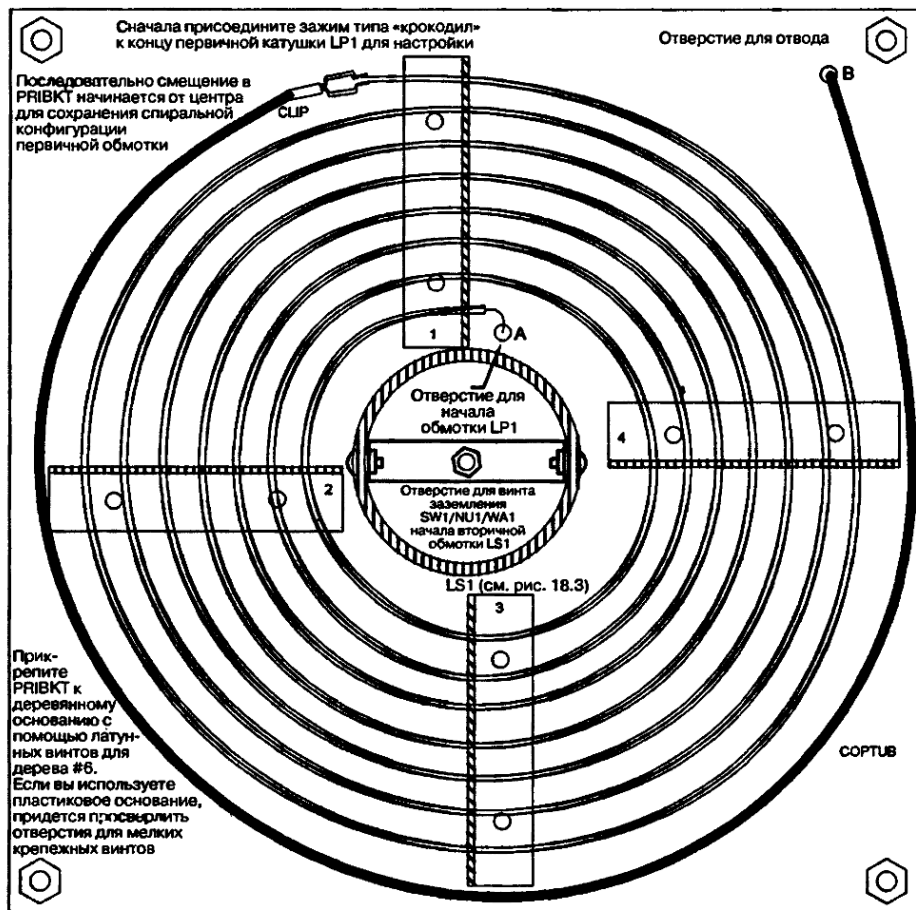

Рис. 18.10. Сборка первичной катушки
8. Соберите секцию первичной катушки, обозначенную BTCPRI (рис. 18.10). Это можно легко сделать, поскольку медная трубка 0,48 см обычно аккуратно намотана на контейнер. Установите скобы PRIBKT с помощью латунных винтов для дерева #6. Аккуратно расположите витки катушки, как это показано на рисунке. Присоедините кусок изолированного провода #30 длиной 30 см к медной трубке, вставив его зачищенный конец
С рис. 18.10